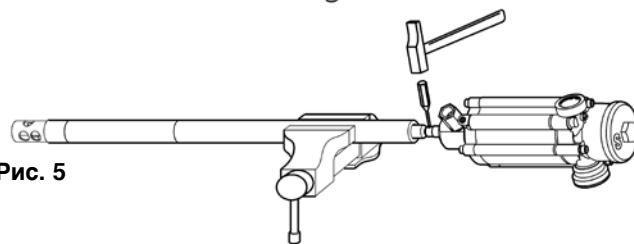

Рис. 5
4. Извлечь штифт и отворачивать шток, пока он не отсоединится (рис. 5).